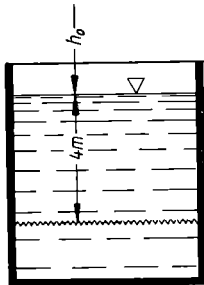

Bild 212
27. a) Was versteht man unter **absolutem Druck**? b) Wie groß ist der absolute Druck in 4 m Tiefe unter dem Wasserspiegel eines offenen Behälters (Bild 212), wenn der äußere Luftdruck am Barometer zu 760 Torr abgelesen wird, c) wenn der äußere Luftdruck 720 Torr beträgt?